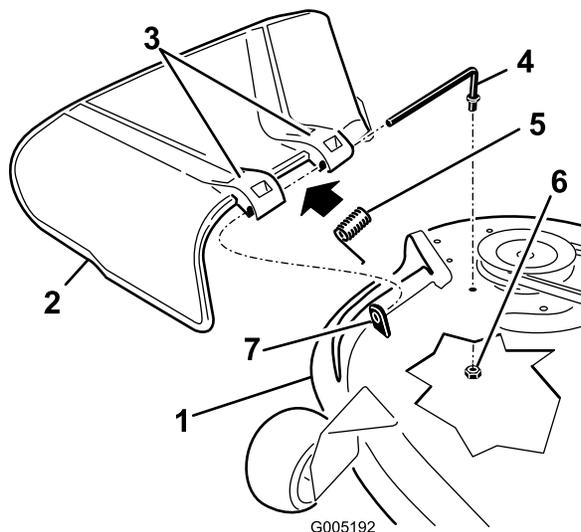

Figura 70
1. Remova a porca ($\frac{3}{8}$ pol.) da barra debaixo do cortador (Figura 70).
2. Deslize a barra para fora da parte saliente curta, da mola e do defletor de relva (Figura 70).
4. Substitua o defletor de relva (Figura 70).
7. Faça deslizar a barra pelo segundo suporte do defletor de relva (Figura 70).
9. Fixe a extremidade traseira da barra ao cortador com uma porca ($\frac{3}{8}$ pol.), como se mostra na Figura 70.